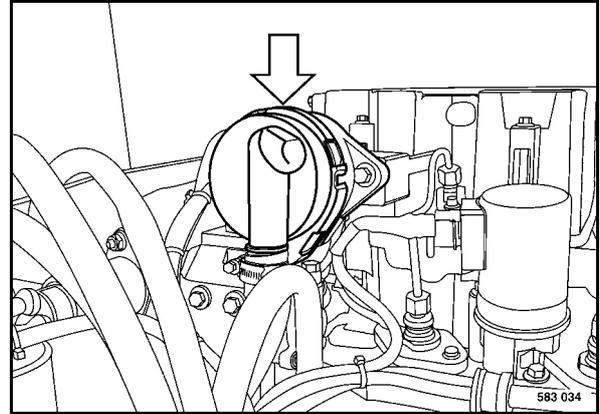

Рис. 184
- Заменить воздушный клапан (Рис. 184).